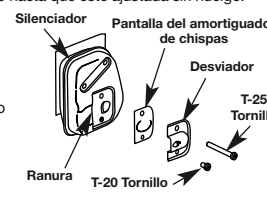

Fig. 39
- Con un destornillador de vástago plano o broca Torx T20 y Torx T25, saque el tornillo que conecta la cubierta del amortiguador de chispas al silenciador (Fig. 39).